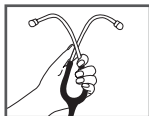

Fig. 2
3. För att öka fjäderspanningen, tryck samman öronslangarna som fig. 2 visar.